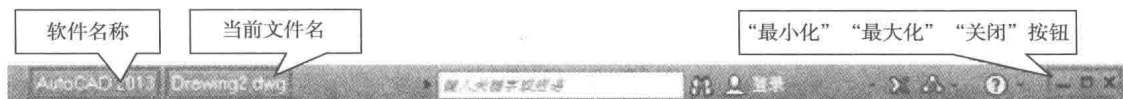

图 1-8 标题栏
(3) 认识标题栏。标题栏位于应用程序窗口的最上方，如图 1-8 所示，用于显示当前正在运行的程序名称及文件等信息，AutoCAD 默认新建的文件名称格式为 DrawingN.dwg (N 是数字)。